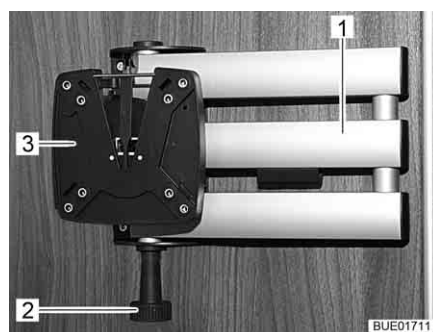

Fig. 71 Supporto con braccio snodato
- Tirare il bottone di sbloccaggio (Fig. 71,2). Il braccio snodato (Fig. 71,1) è sbloccato.
- Ruotare lo schermo piatto all'indietro nella sua posizione iniziale, finché il supporto (Fig. 71,3) si innesta nel bloccaggio producendo un suono.